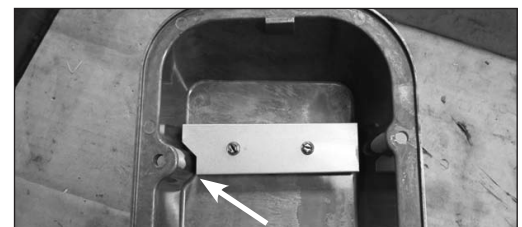

Figura 2. - Chevrolet Bloque Grande
- Chevrolet Bloque Grande:** Por favor haga deflector seguro está orientada correctamente antes de instalar los tornillos deflectores (**Figura 2**).